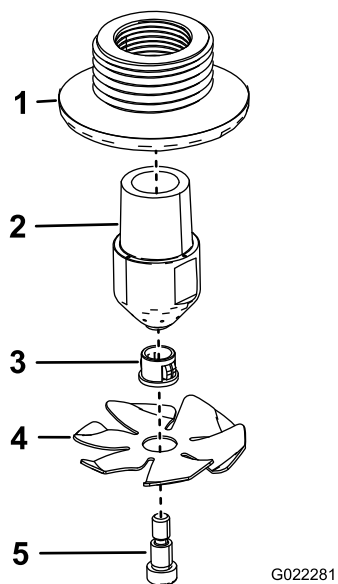

Figura 4
1. Instale os dois bicos de lavagem como se mostra na Figura 4.